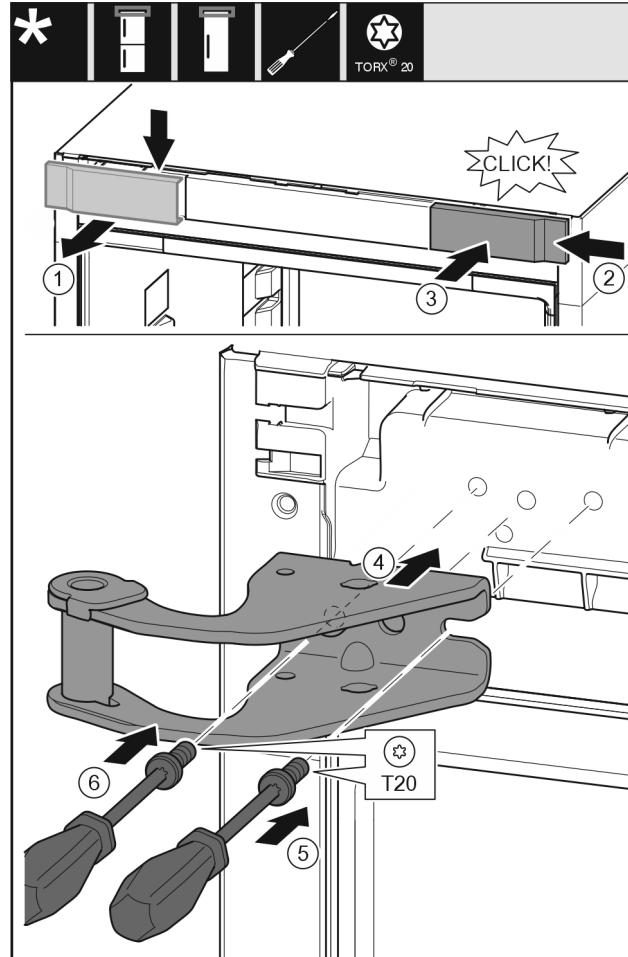

Fig. 31
- ▶ Свалете капака от горе напред. Fig. 31 (1)
- ▶ Закачете капака, завъртян на 180°, от другата страна отляво. Fig. 31 (2)
- ▶ Фиксирайте капака. Fig. 31 (3)
- ▶ Поставете горната лагерна стойка. Fig. 31 (4)
- ▶ С отвертка T20 поставете винта и го затегнете. Fig. 31 (5)
- ▶ С отвертка T20 вкарайте винта и го затегнете. Fig. 31 (6)